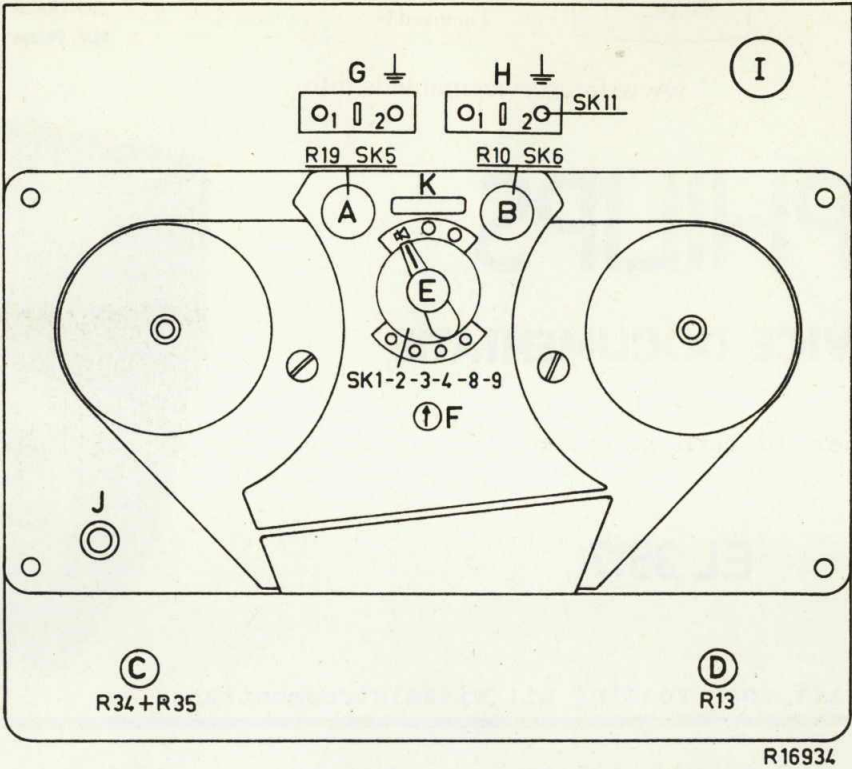

Fig.2
- Knop E : Centrale bedieningsknop (zie fig. 2)